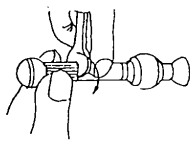

Fig. 6
- 1- Dévisser et séparer la tête de mesure du corps du Holtest (Fig. 6 et 7)